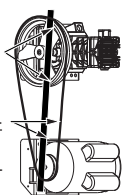

Figure 12
- Pour aligner une courroie, placer une limande contre la face du volant, touchant la jante à deux endroits. (Voir Figure 12).